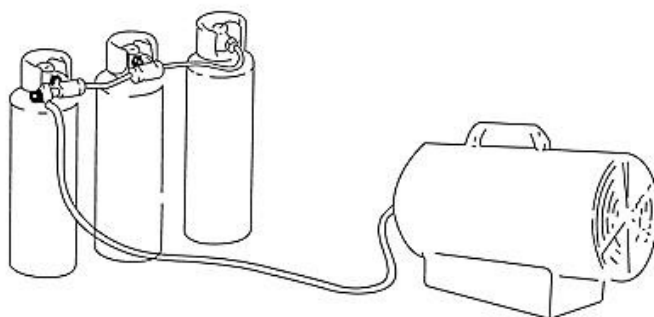

Fig. 1
- Si la estufa funciona al máximo de su capacidad durante un periodo de tiempo prolongado, puede formarse hielo en la bombona de gas. Esto se debe a la extracción excesiva de gas. La botella no debe calentarse nunca por este ni por ningún otro motivo. Para reducir o evitar este efecto, utilice una botella grande o dos botellas conectadas entre sí (Fig. 1).